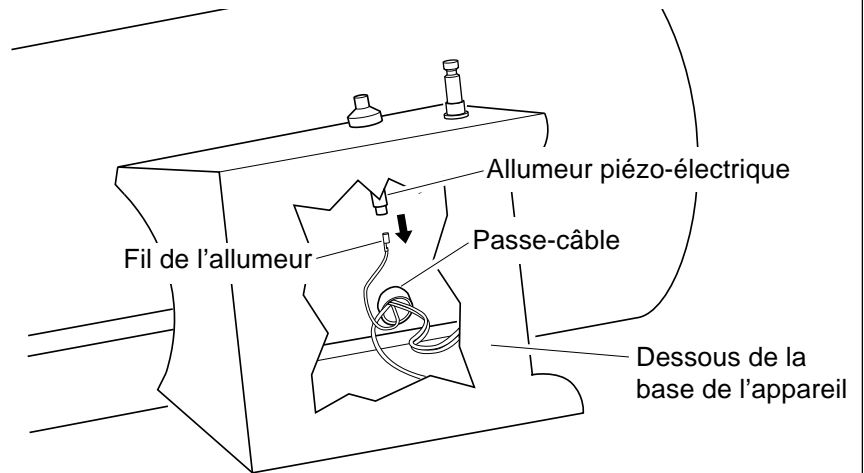

Figure 11 - Débranchement du fil de l'allumeur
A) Vérifier le fil de l'allumeur. Si nécessaire, le serrer ou le rebrancher. Voir l'emplacement du fil à la figure 11, page 11.
2. Débrancher le fil noir de l'allumeur piézo-électrique. Le fil est accessible par le dessous de la base de l'appareil (voir la figure 11). Pousser le fil au travers du passe-câble du corps de l'appareil.